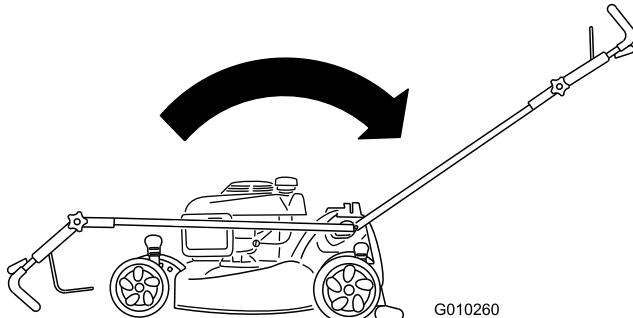

Figure 3
- Rabattez le guidon en arrière et maintenez la partie supérieure en place (Figure 3).